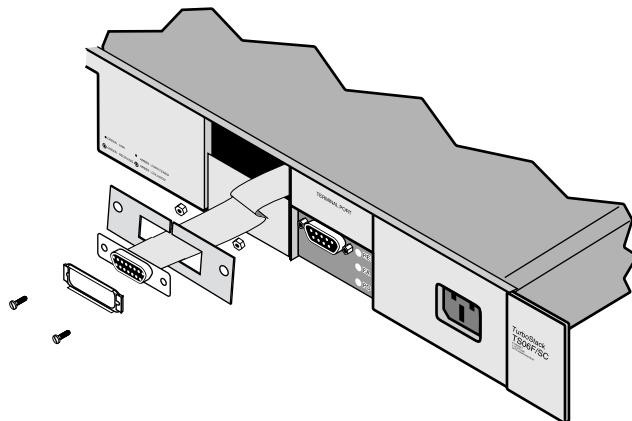

図 4.7 オプション(AUI)ポート部分全体の取り外し
2. 付属の(保管してあった)ネジ、ロックワッシャー、ナットで、AUIのバックボーンポートを本体の前面プレートに取り付けます(図4.7を参照)。